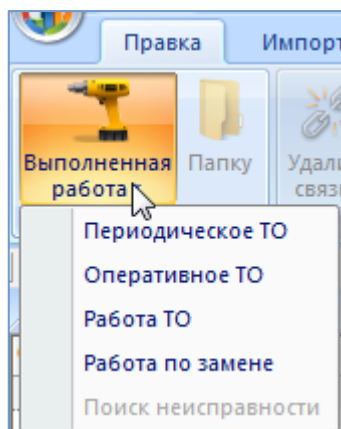

Рис. 27-9 – Панель «Создать»
5) Перейти в окно связанных объектов и нажать кнопку «Выполненная работа» панели «Создать», выбрать наименование класса работ из выпадающего списка, например, «Периодическое ТО» (рис. 27-9).